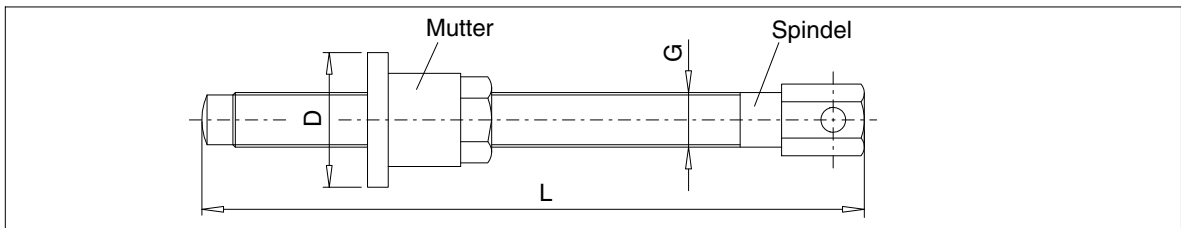
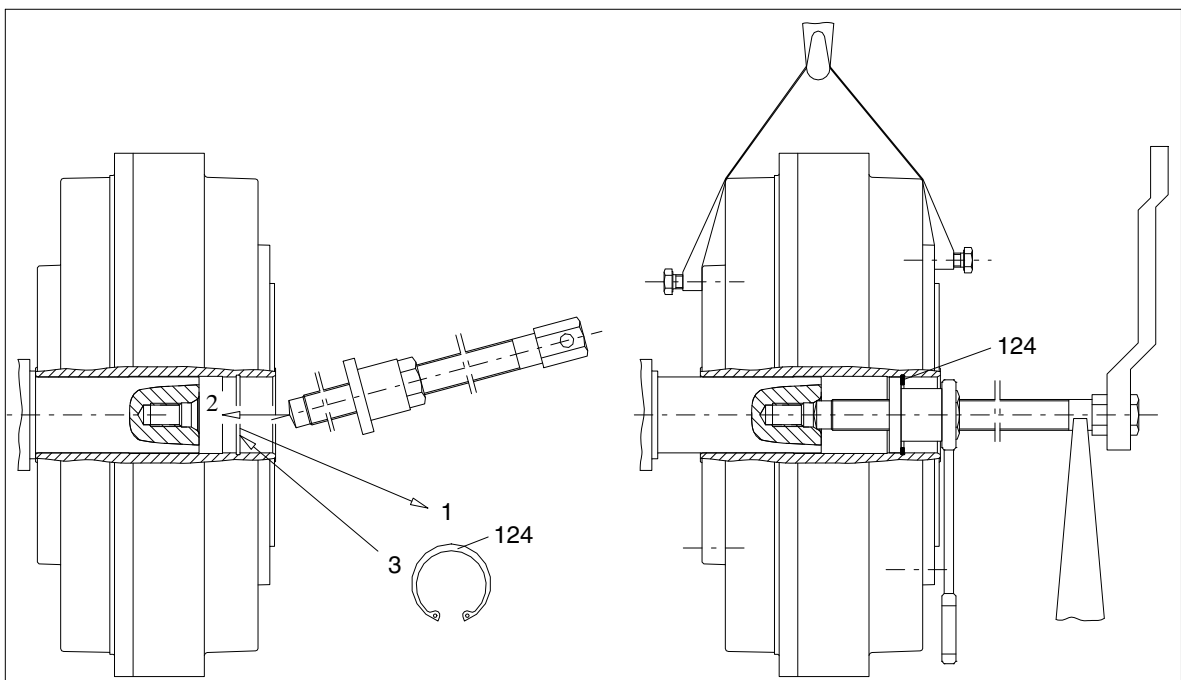

Bild 11: Ausbau der Größen 297 und 342 - a
Bild 12: Ausbau der Größen 297 und 342 - b
Das Abziehen erfolgt zweckmäßigerweise mit Hilfe einer speziellen Abziehvorrichtung entsprechend Bild 11. Dabei wird die Spindel mit der Abziehmutter so eingesetzt, dass sich der Bund (D) der Abziehmutter hinter dem Einstich für den Sicherungsring (124) befindet (Bild 12). Damit die Spindel nicht frisst, ist die Druckfläche und das Gewinde mit einem Gleitmittel (z. B. Molykote) zu versehen.